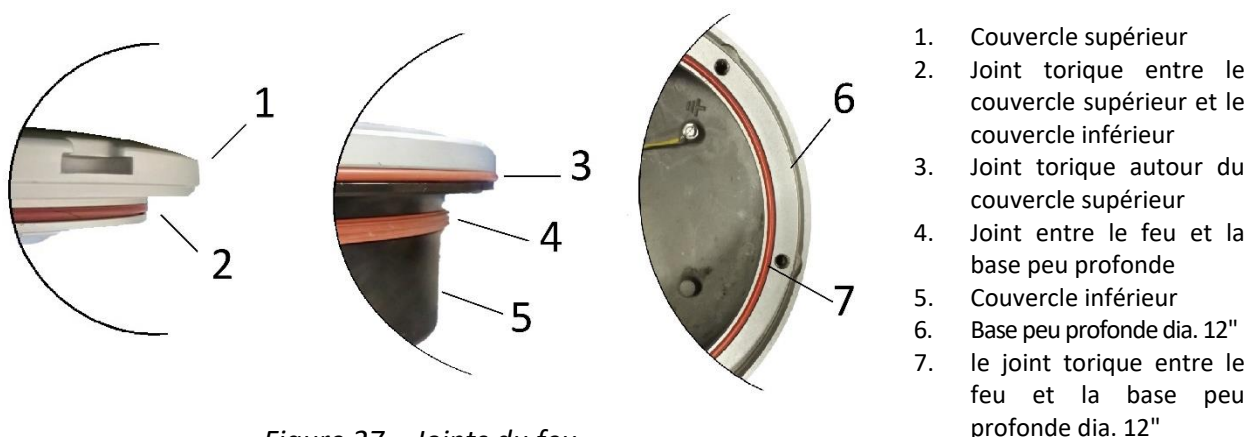

Figure 27 – Joints du feu
- un joint torique entre le couvercle supérieur et le couvercle inférieur (Figure 27 – n°2) ;
- un joint torique autour du couvercle (Figure 27 – n°3) ;
- un joint entre le feu et la base peu profonde dia. 8" (Figure 27 – n°4) ;
- un joint torique entre le feu et la base peu profonde dia. 12" (Figure 27 – n°7) ;